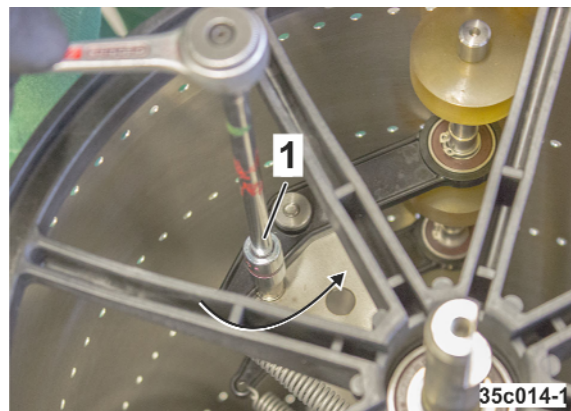

Fig. 333
3. Continuer à tourner l'axe de délestage (Fig. 333/1) d'env. un demi-tour